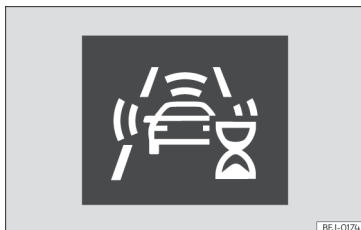

Abb. 111 Im Display des Kombi-Instruments: Anzeige der ersten Selbstkalibrierung des Systems.
- In den ersten Momenten nach dem Einschalten der Zündung, aufgrund der ersten Selbstkalibrierung des Systems. Während dieser Zeit wird ein Statussymbol angezeigt »» (Abb. 111).